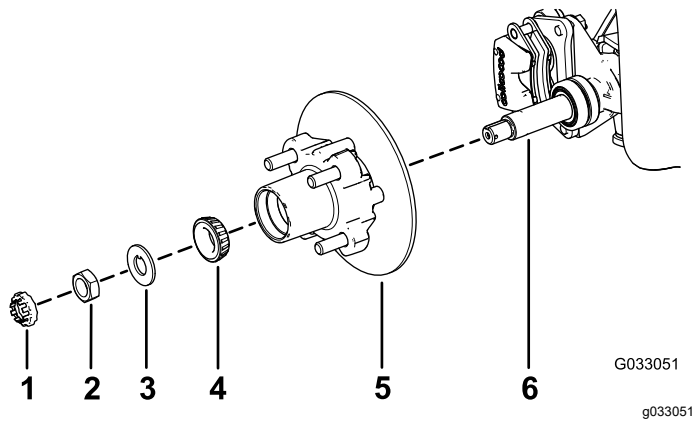

Figura 26
1. Lubrificate leggermente il mandrino con il grasso specificato (Figura 26).
2. Montate il mozzo e il rotore sul mandrino con il rotore verso l'interno (Figura 26).
3. Montate il cuscinetto esterno sul mandrino e inserite il cuscinetto sull'anello esterno (Figura 26).
4. Montate la rondella di sicurezza sul mandrino (Figura 26).
5. Avvitare il dado del mandrino sul mandrino e serrate il dado a 15 N·m mentre ruotate il mozzo per posizionare in sede il cuscinetto (Figura 26).
2. Allineate le pastiglie dei freni su ciascun lato del rotore (Figura 22) e i fori sulla staffa della pinza con i fori sul supporto del freno del telaio del mandrino (Figura 26).